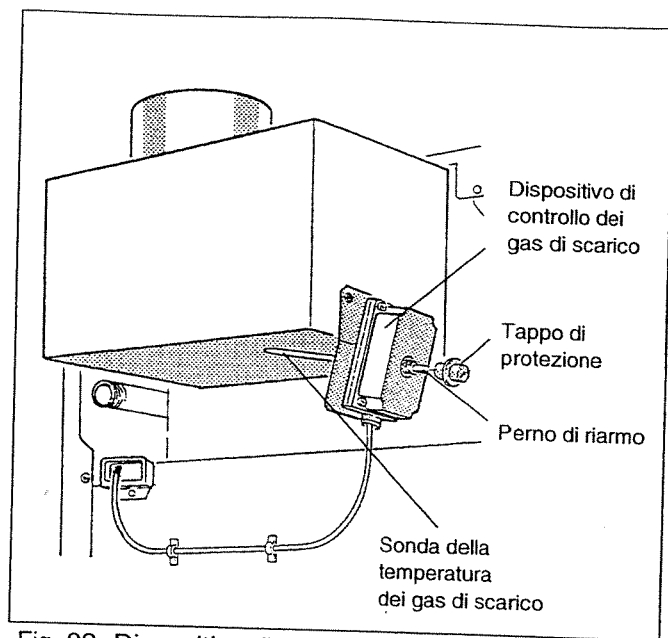

Fig. 33: Dispositivo di controllo dei gas di scarico
- Svitare il dispositivo di controllo dei gas di scarico dalla sicurezza antiriflusso (Fig. 33).
- Dopo circa due minuti rimuovere il tappo di protezione e premere il perno di riarmo forte verso il basso (Fig. 33).